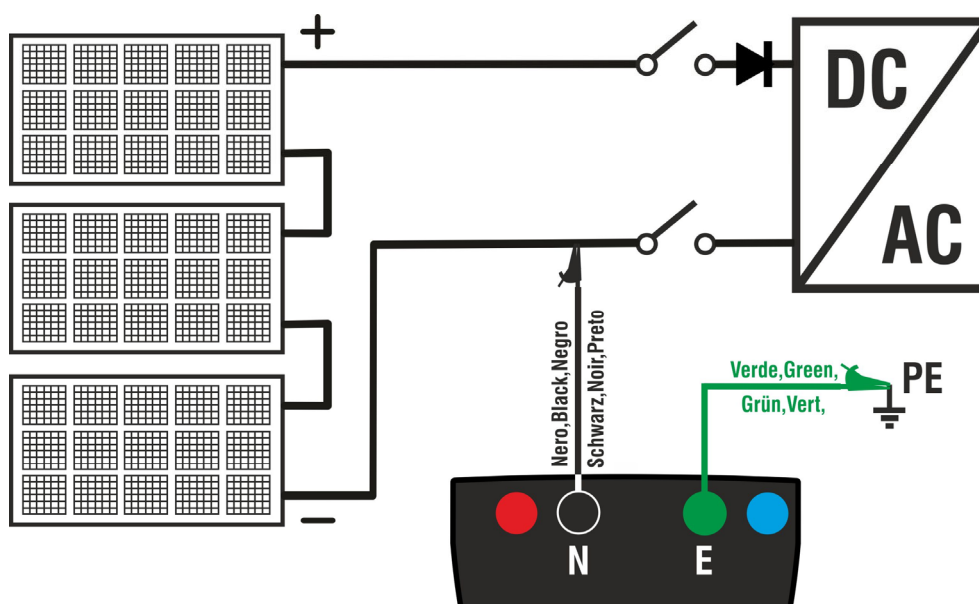

Fig. 7: Collegamento strumento per misura di isolamento in modo TMR
8. Collegare lo strumento alla stringa FV in prova come mostrato in Fig. 7. La prova può essere eseguita anche su più stringhe in parallelo fra loro. Si ricorda che occorre sezionare anche eventuali scaricatori connessi ai cavi della stringa/stringhe e che è consigliabile eseguire la misura a monte di eventuali diodi di blocco